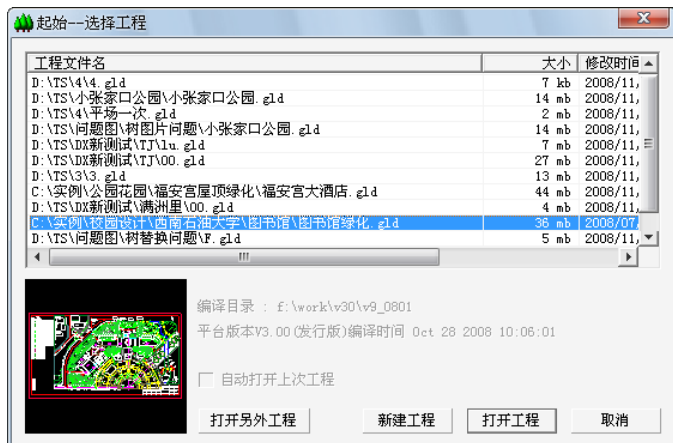

图 2-2 起始—选择工程对话框
2. 弹出“起始--选择工程”对话框，如图 2-2 所示。其中列表框中列出最近使用过的工程文件；